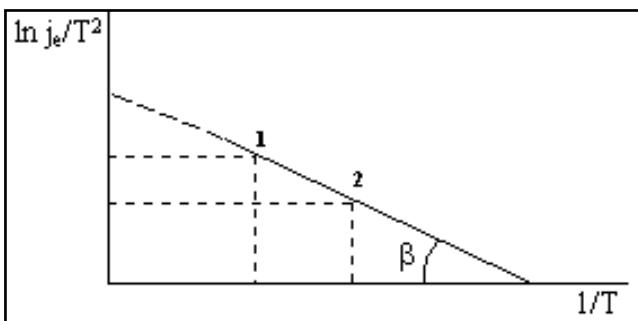

Рис.2
Изобразим графически данное уравнение (2)(рис.2).